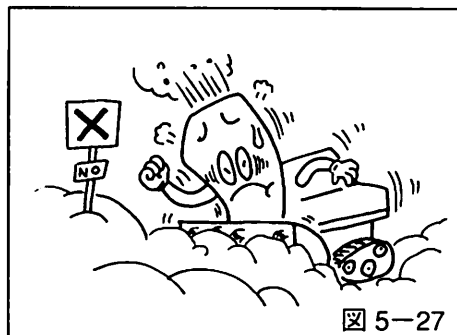

図 5-27
- 機械に一時的に負荷が大きくなりますから、変速レバーを「」の位置にすることによって負荷を取り除いてから作業を続けてください。(図5-27参照)